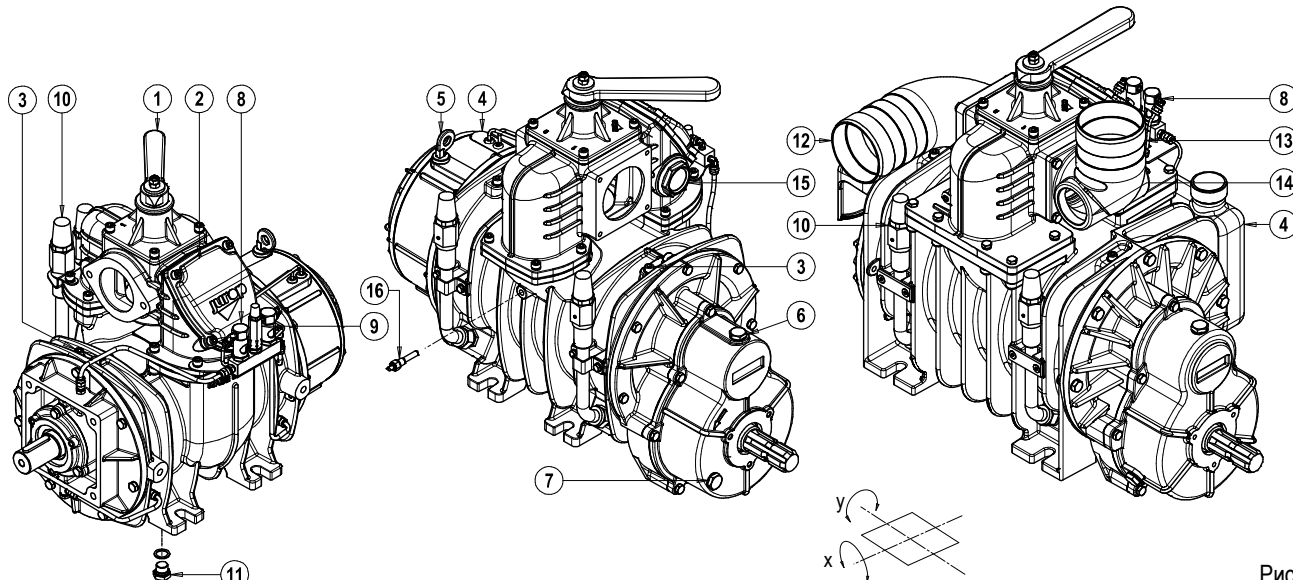

Рис. 4.1
- Установленная вытяжка должна быть доступна для технического обслуживания и быть прочно закрепленной на раме или на основании, установленном по уровню с максимальным наклоном в 3° по осям X и Y (см. Рис. 4.1). Структура должна быть разработана таким образом, чтобы избежать сгибаний и вибрации.
- Вакуумный насос поставляется по требованию с предохранительным термостатом, установленный в корпус насоса (Рис. 4.1).